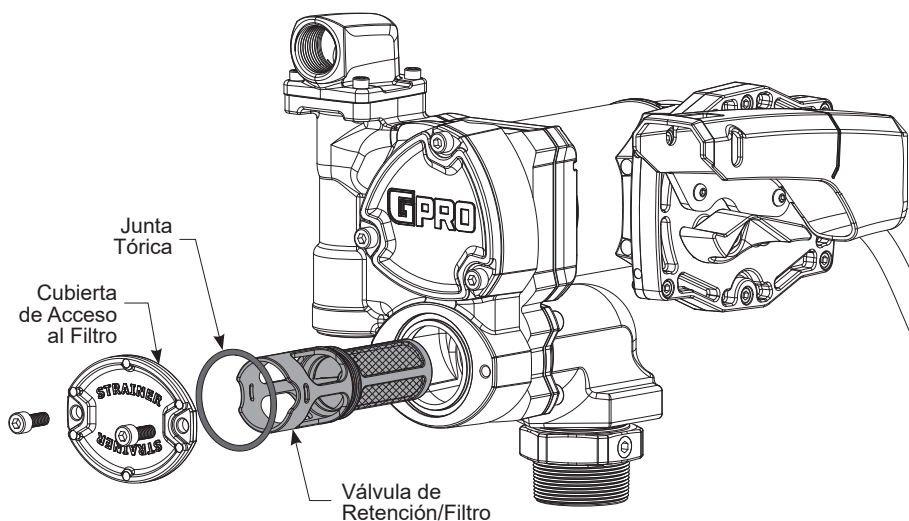

Figura 1
1. Apague la bomba y desconéctela de la corriente. Con una llave hexagonal de 6 mm, retire la cubierta de acceso al filtro, la junta tórica y el conjunto de filtro/válvula de retención e inspeccione en busca de daños u obstrucciones (vea Figura 1). Limpie el filtro con un cepillo de cerdas suaves y disolvente. Si el filtro está muy sucio, se puede usar aire comprimido. Si está dañado, reemplace el conjunto de filtro/válvula de retención.